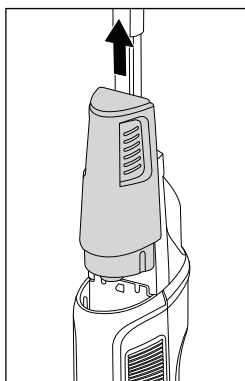

Fig. 6
- ♦ Sujete el depósito de agua limpia 11 por las acanaladuras laterales y tire de este hacia arriba para extraerlo del aparato (consulte la fig. 6).